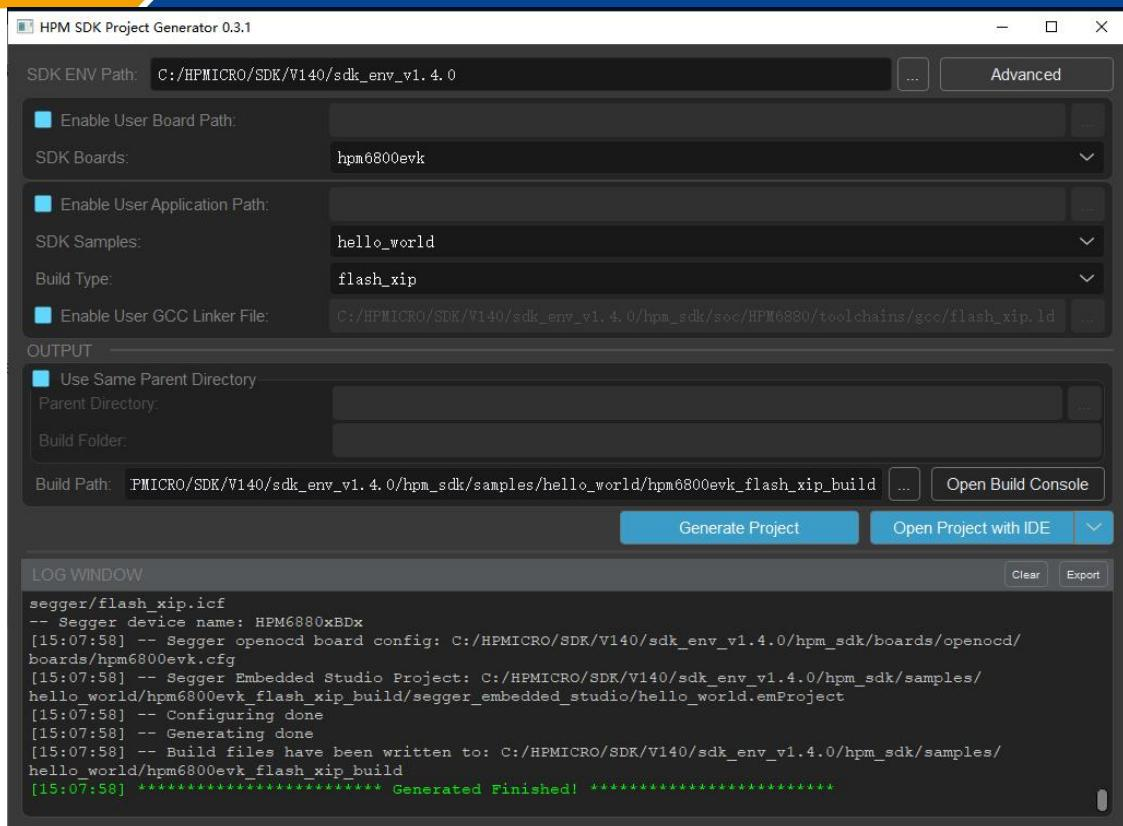

图 21: GUI project generator生成hello_world工程
17. 在GUI project generator界面中的“SAMPLES”下拉列表中选择“hello_world”，在“BOARDS”下拉列表中选择“hpm6800evk”，在“TYPE”下拉列表中选择“flash_xip”。点击“Generate Project”按钮，即可生成flash_xip类型的hello_world工程。如图 21所示。